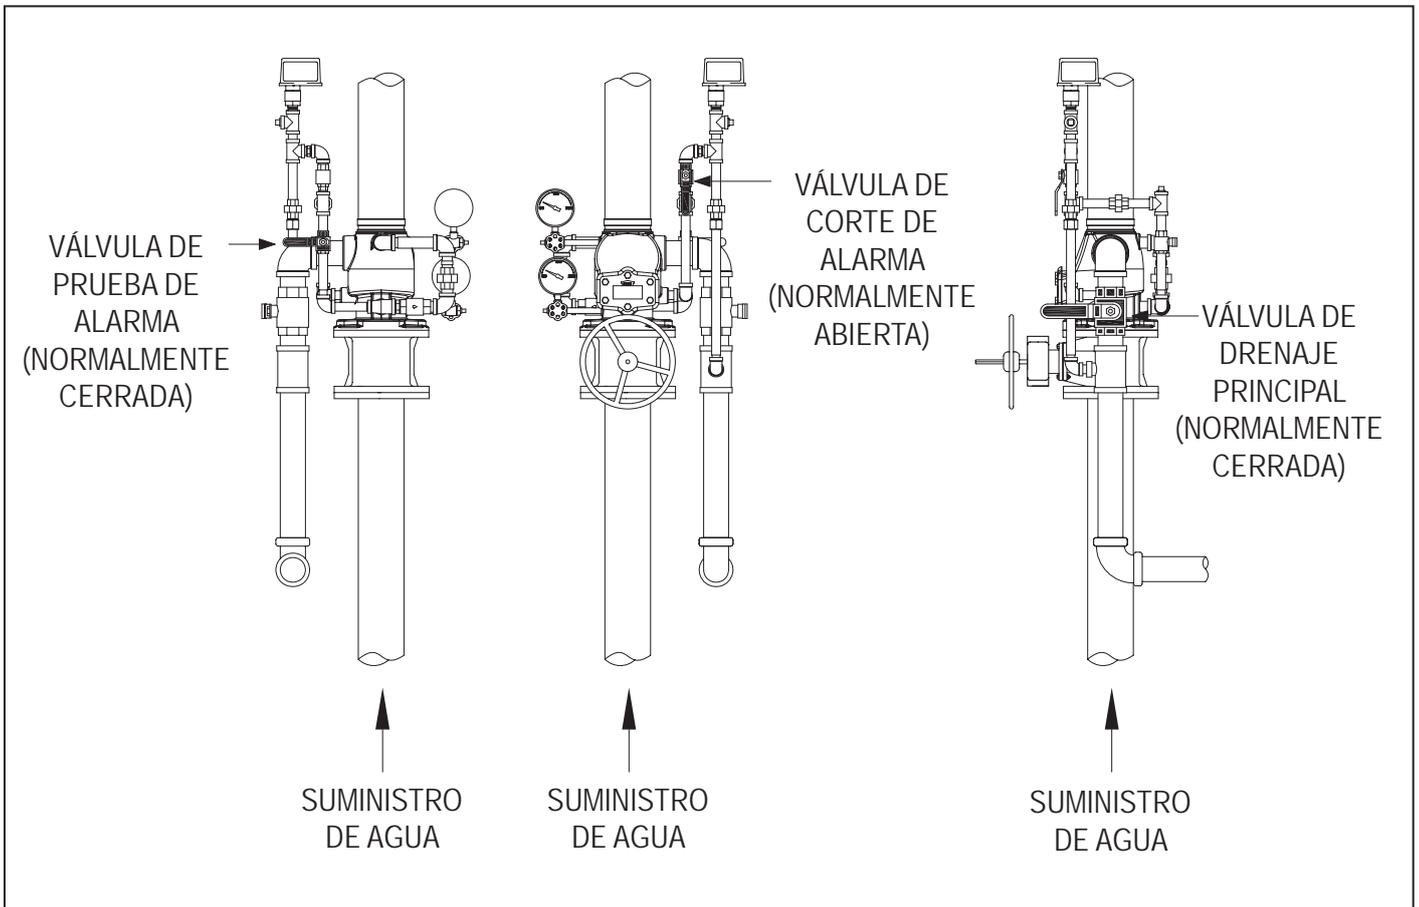

Figura 44
9. Verificar que se dispone de nuevo de la presión normal de la acometida de agua al sistema y de que todos los dispositivos de alarma y las válvulas están precintadas en su posición normal de funcionamiento (Figura 44).